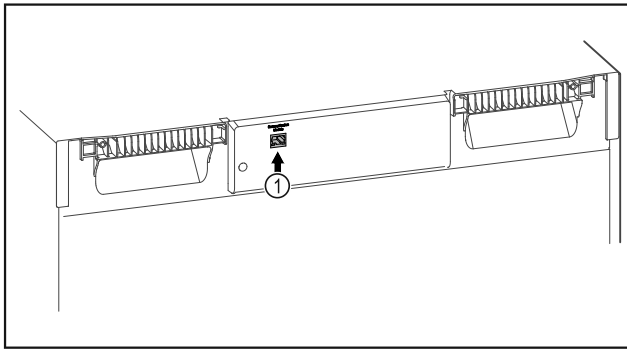

Fig. 154
- SmartModule Fig. 154 (1) este instalat.